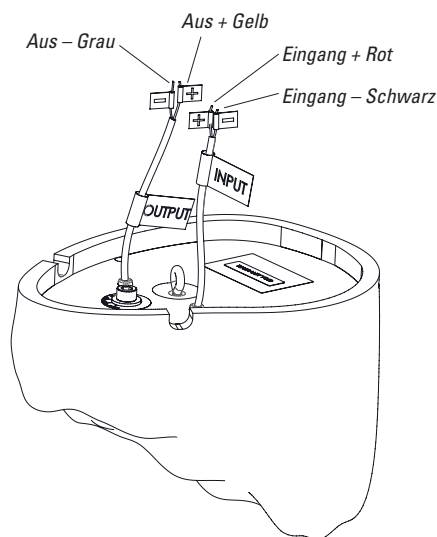

Abbildung 33
5. Der Lautsprecher L12XC wird mit einem Transformator von 250W geliefert. Wenn eine niedrigere Leistungseinstellung verwendet werden soll, verwende einen Kreuzschlitzschraubendreher, um die schützende Kreuzschlitzschraube zu entfernen, wie in Abbildung 33 dargestellt.